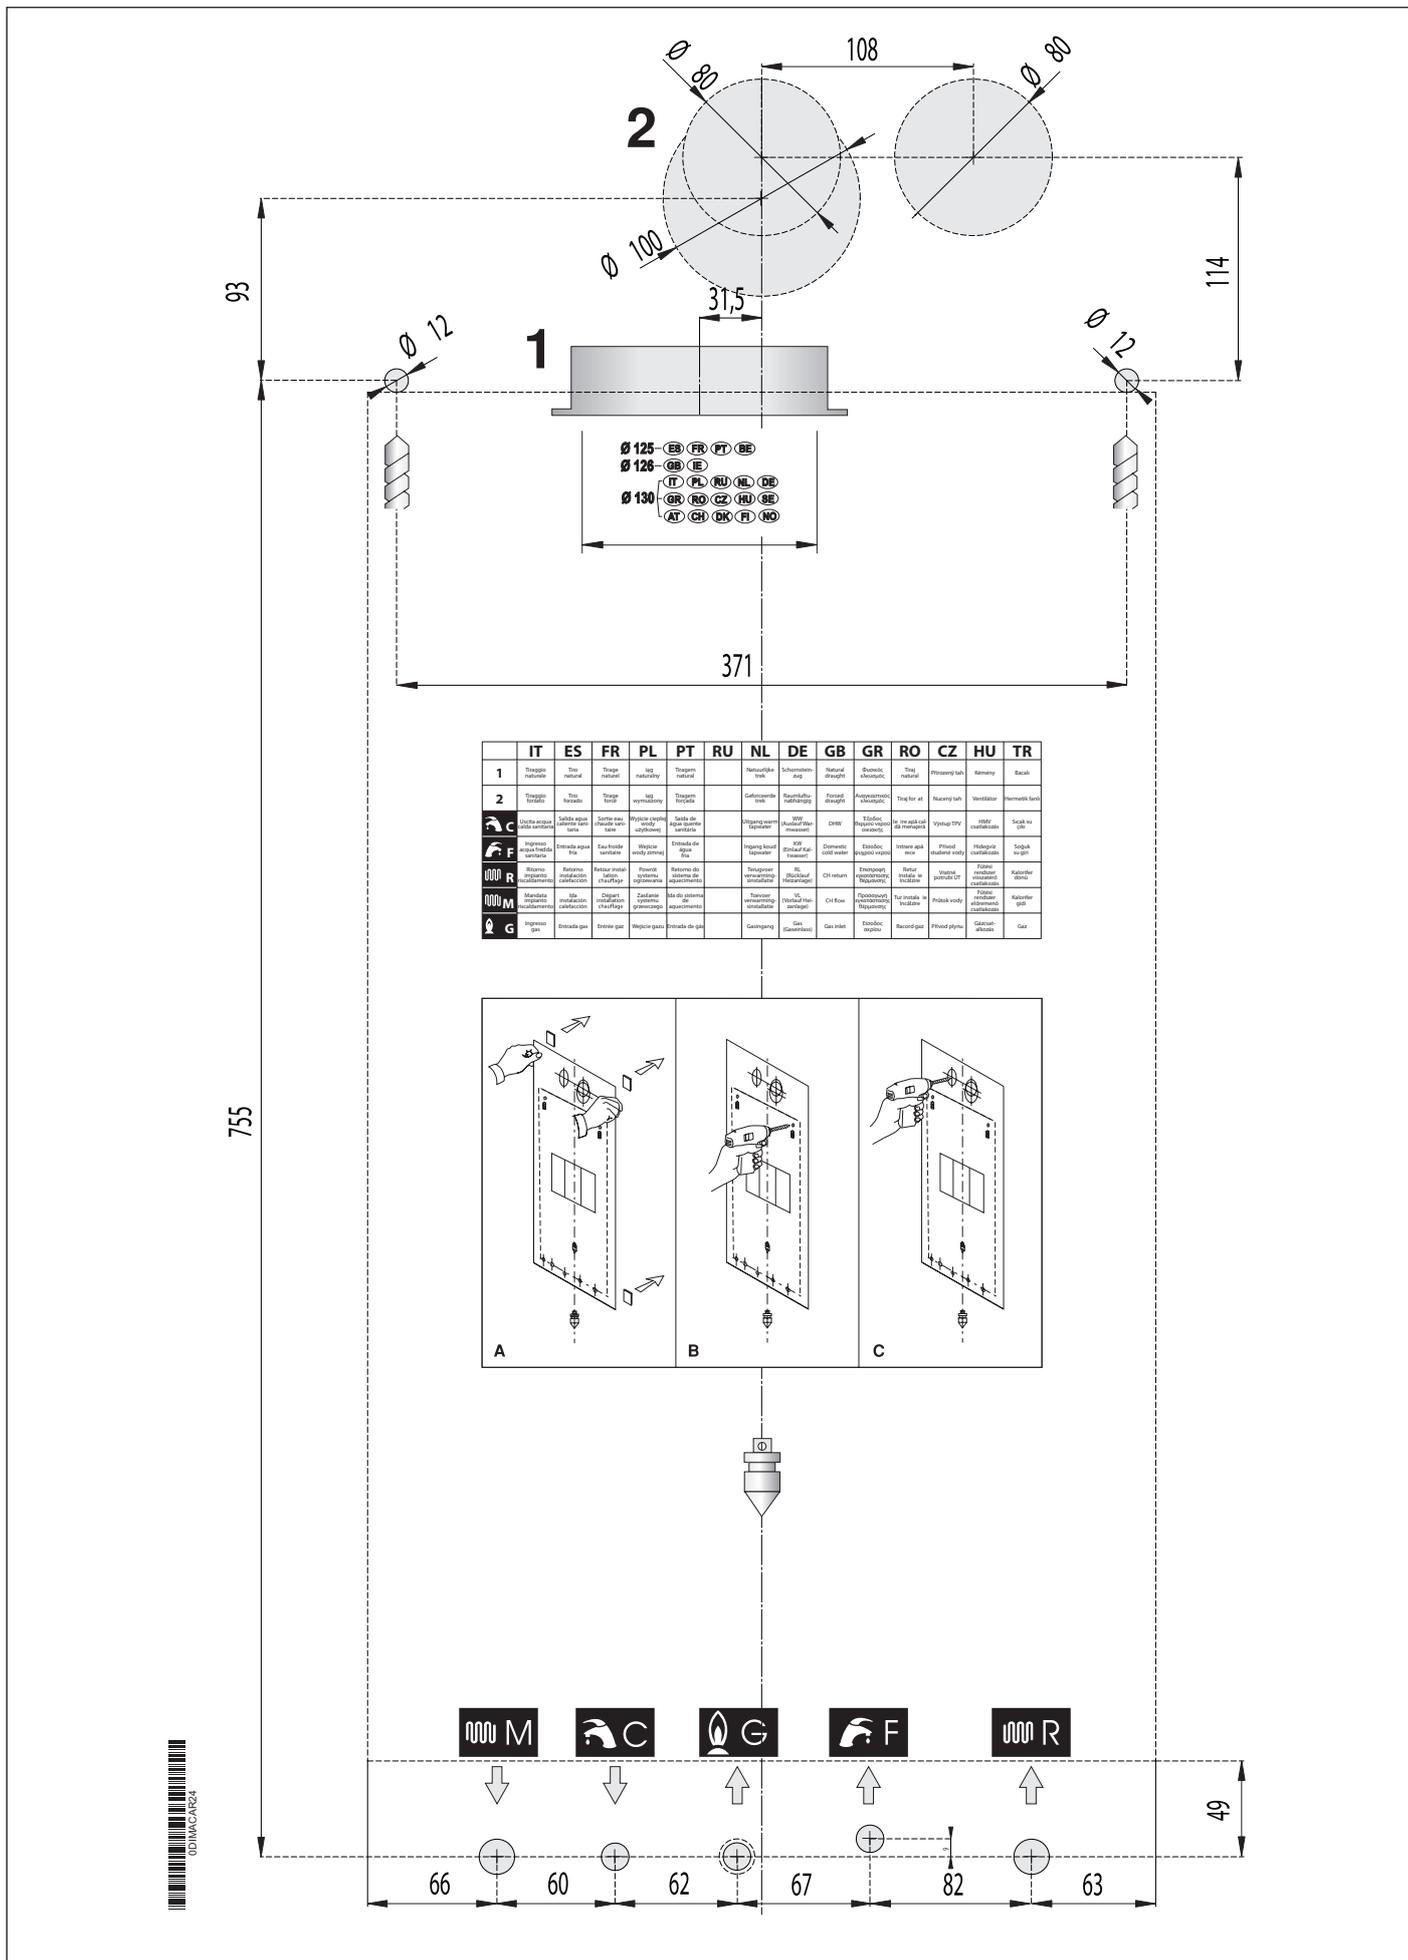

Fig. 4 Gabarit en papier
- le gabarit de fixation de la chaudière au mur (voir Fig. 4 Gabarit en papier).
Chaque appareil est accompagné d'un gabarit approprié en papier contenu dans l'emballage (voir Fig. 4 Gabarit en papier).
Le refoulement et le retour du chauffage doivent être branchés à la chaudière, aux raccords respectifs de 3/4" **M** et **R** (voir Fig. 4 Gabarit en papier).
L'entrée de l'eau froide et la sortie de l'eau chaude sanitaire doivent être raccordées à la chaudière aux raccords respectifs de 1/2" **|b|F|bb** et **C** (voir Fig. 4 Gabarit en papier).